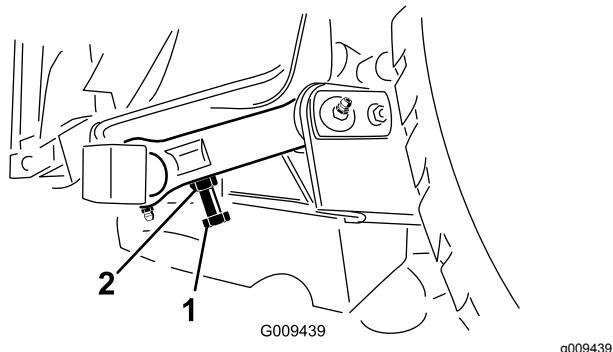

図 32
3. 距離の調整が必要な場合は、カッティングユニットの後ピボットリンクについている調整ボルトを使用する 図 32。